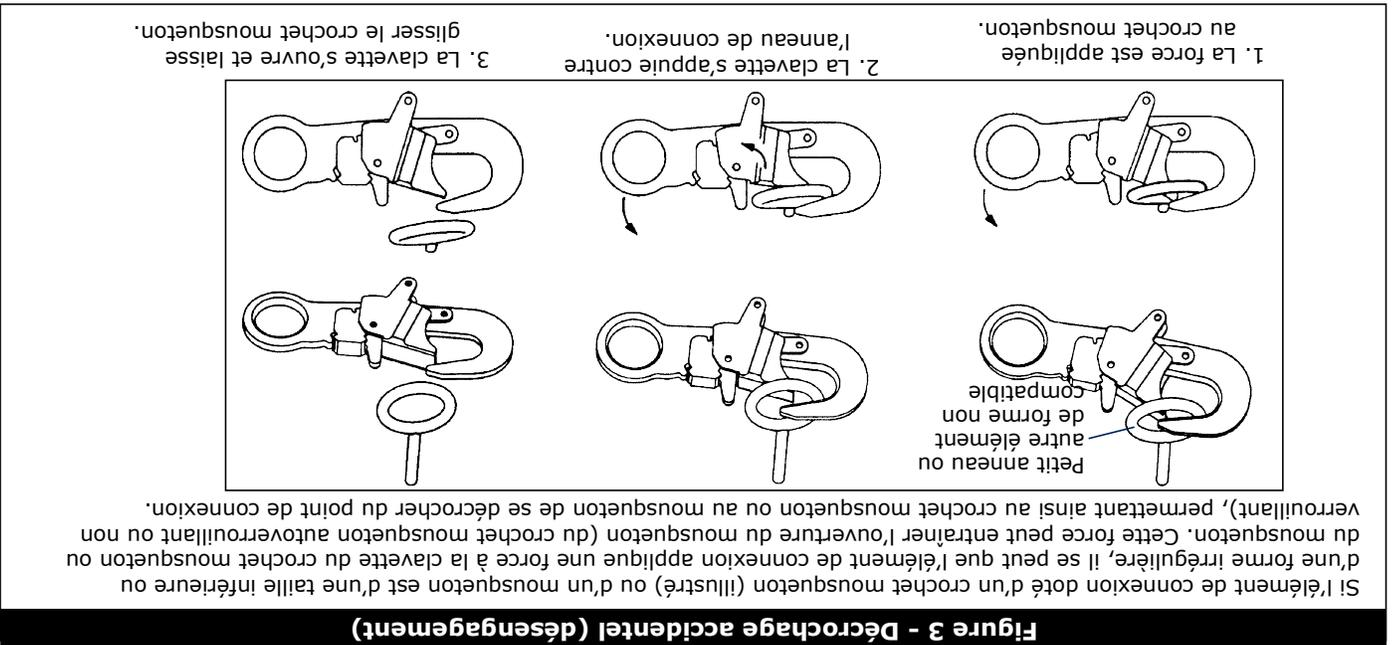

Figure 3 - Décrochage accidentel (désengagement)
- Les connecteurs (crochets, mousquetons et des d'accrochage) doivent pouvoir supporter une charge minimale de 5 000 lb (22,2 kN). Selon la norme ANSI Z359.1, les clavettes des connecteurs doivent résister à une charge de 16 kN (3 600 lb) : la face de la clavette doit supporter 16 kN (3 600 lb); le côté de la clavette doit supporter 16 kN (3 600 lb), et l'axe mineur d'un crochet mousqueton doit supporter 16 kN (3 600 lb), sauf ceux munis d'embouts capifs. Les connecteurs doivent être compatibles avec le système d'ancrage et toute autre pièce du système. N'utilisez aucun équipement non compatible. Les connecteurs incompatibles risquent à tout moment de lâcher. Voir la figure 3. Les connecteurs doivent être compatibles par leur taille, leur forme et leur résistance. Des crochets mousquetons et des mousquetons à verrouillage automatique sont requis par la norme ANSI Z359.1 et OSHA.